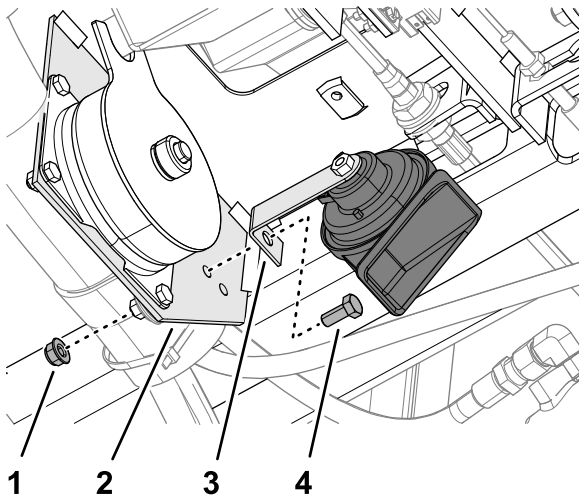

Figure 10
1. Fixez le support de l'avertisseur sonore sur la plaque de l'embrayage (Figure 10) à l'aide d'une vis (5/16" x 3/4") et d'un contre-écrou à embase (5/16").